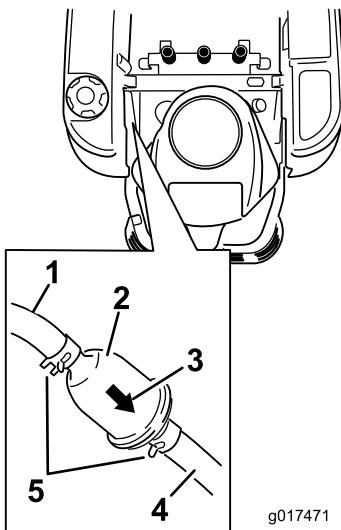

Figure 38
3. Repérez le filtre à carburant sur le côté du moteur, comme illustré (Figure 38).
4. Pincez les extrémités des colliers et faites glisser ceux-ci pour les éloigner du filtre (Figure 38).
6. Posez un filtre neuf en veillant à orienter la flèche indiquant le sens d'écoulement vers le moteur. Rapprochez les colliers de flexibles du filtre (Figure 38) pour le fixer en place.